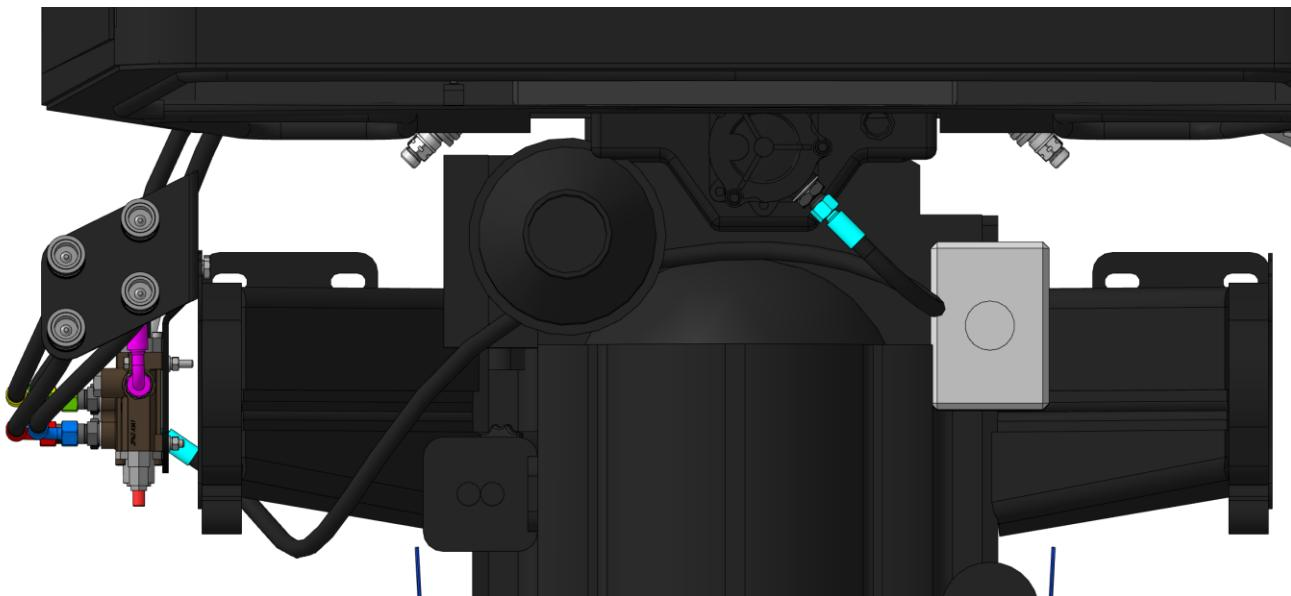

Рисунок 2.14
2.3.2 Подсоединить РВД слива, ранее установленный на порт Т гидрораспределителя, прямым концом с гайкой M20x1,5 к фильтру бака гидронавесной системы трактора (рис. 2.14). Для подключения к фильтру трактора